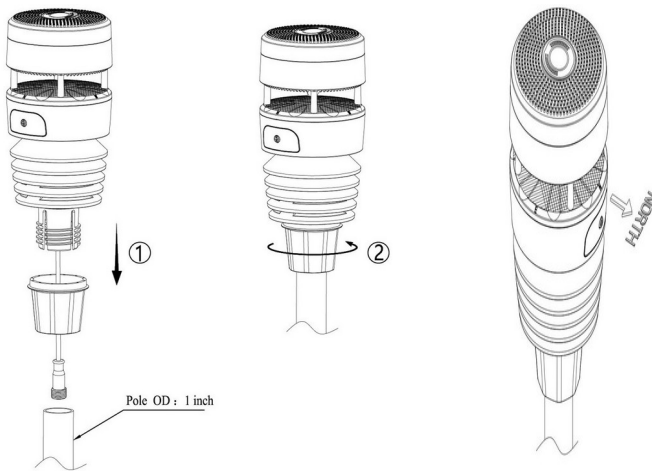

Рис. 4, 5. Монтаж на трубу; орієнтація на північ
2. Надіньте датчик на трубу і затягніть кріпильний гвинт (рис. 4, ①).
3. Розверніть датчик так, щоб мітка NORTH вказувала точно на північ — за компасом, наприклад у телефоні (рис. 4, ②; рис. 5). Без орієнтації напрямком вітру буде зі зсувом.